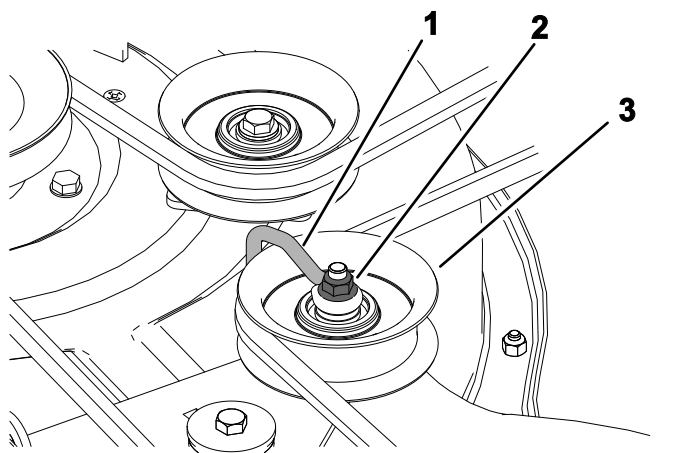

Figura 58
6. Carcasas troqueladas: afloje la tuerca que sujeta el soporte de alambre a la polea tensora (Figura 58).
Nota: Coloque el soporte de alambre contra el brazo tensor, tal y como se muestra en la Figura 58.